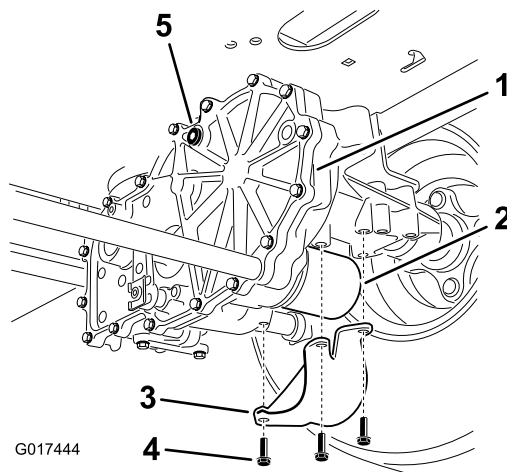

Figura 68
2. Individuate il filtro e le protezioni su ogni sistema di trasmissione (Figura 68). Rimuovete le tre viti con cui è fissata la protezione del filtro.